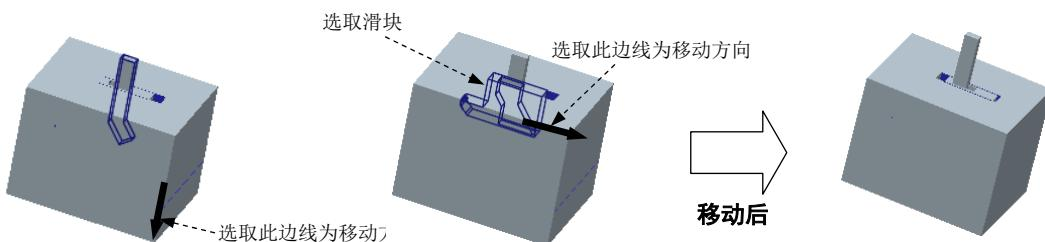

图 26.32 移动弯杆和滑块
(3) 选取要移动的弯杆。
(4) 在系统的提示下, 选取图 26.32 所示的边线为移动方向, 然后在系统的提示下输入要移动的距离值 -42。
(5) 在 **▼ DEFINE STEP (定义步骤)** 菜单中选择 **Define Move (定义移动)** 命令。
(6) 选取要移动图 26.32 所示的滑块。
(7) 在系统的提示下, 选取图 26.32 所示的边线为移动方向, 然后在系统的提示下输入要移动的距离值 12。
(8) 在 **▼ DEFINE STEP (定义步骤)** 菜单中选择 **Done (完成)** 命令, 移出后的状态如图 26.32 所示。